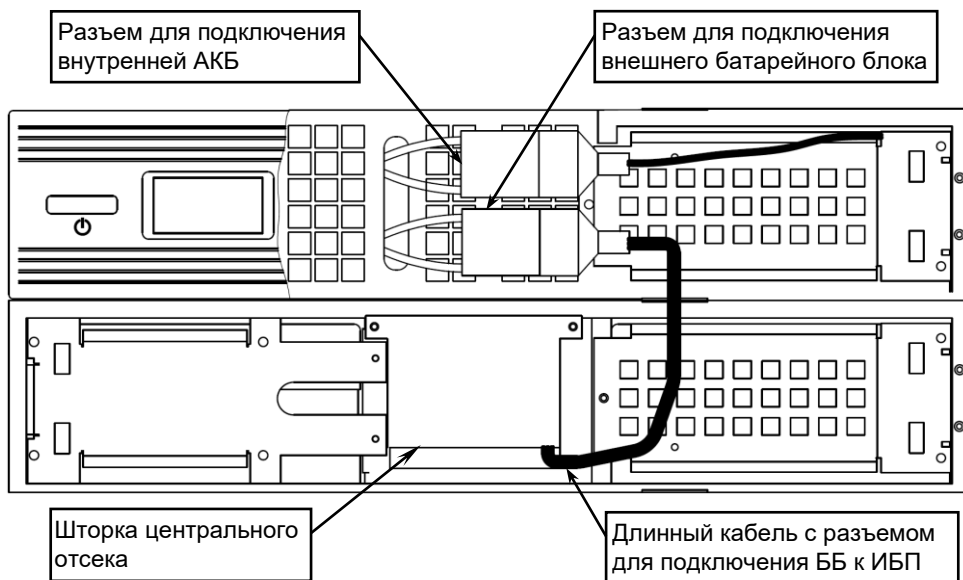
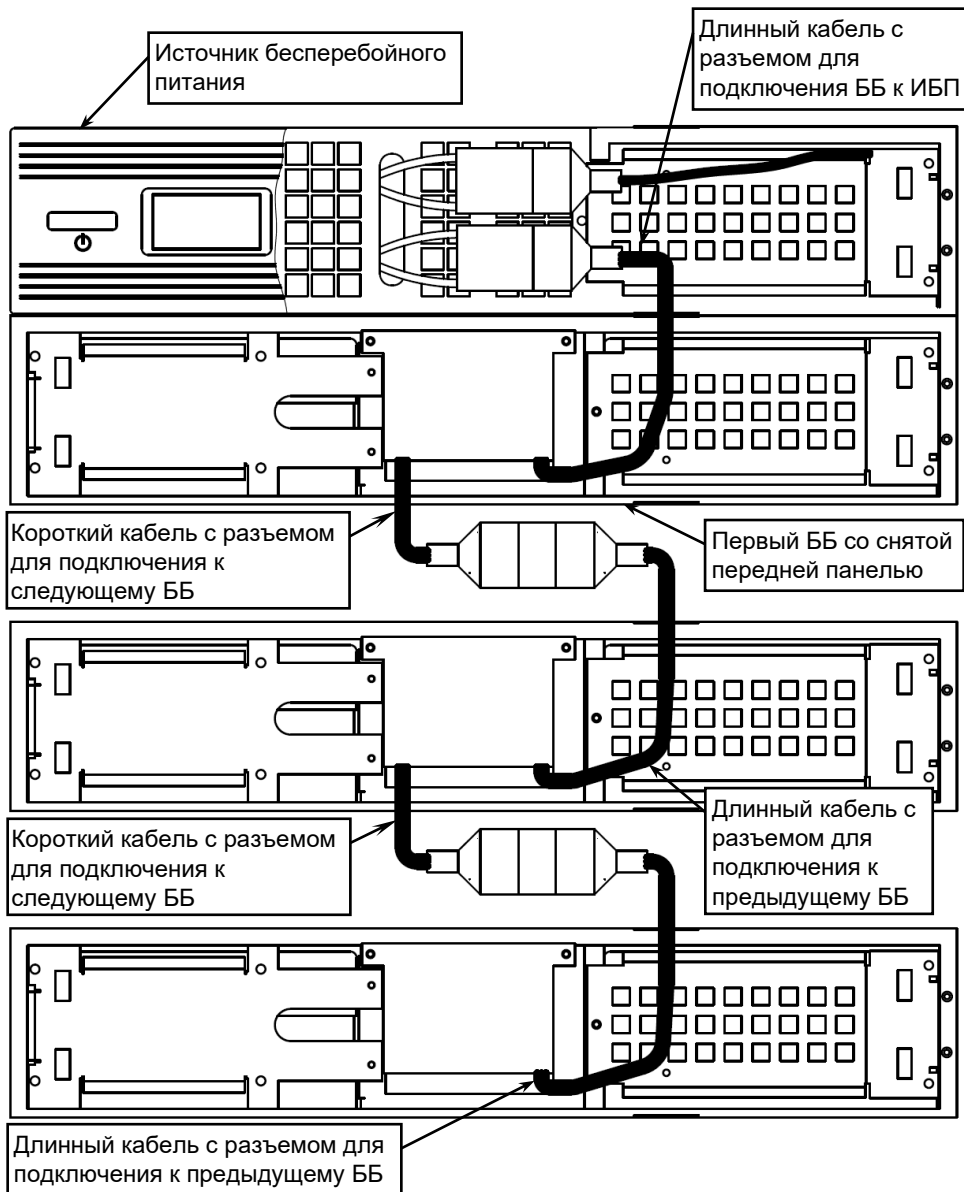
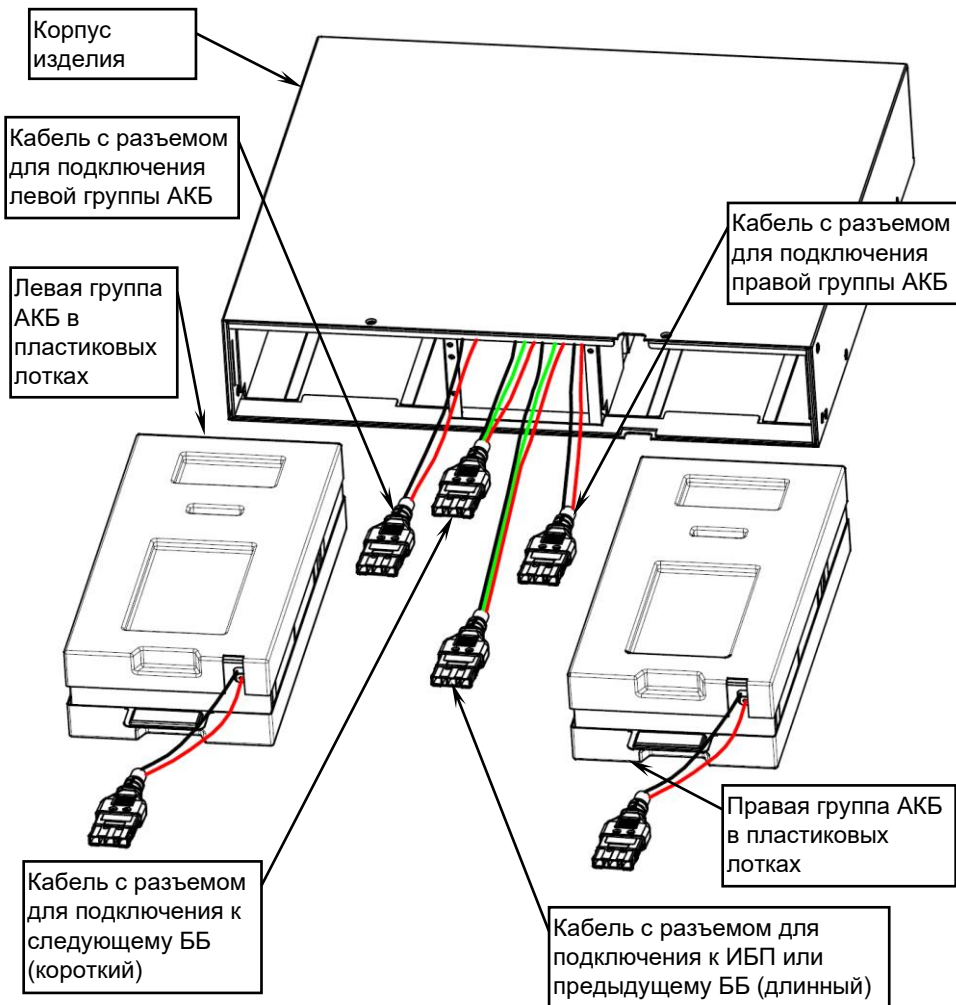

Рисунок 5 – схема подключения батарейного блока к ИБП
Рисунок 6 – Схема подключения к ИБП нескольких батарейных блоков
Рисунок 8 – Демонтаж и замена АКБ, назначение кабелей подключения
- Снимите шторку центрального отсека изделия, выкрутив два крепежных винта (см. рисунок 5) и осторожно вытащите трехпроводный кабель для подключения ББ к ИБП (длинный кабель с разъемом, см. рисунок 8).
- Подключите длинный кабель с разъемом к разъему ИБП (см. рисунок 5). При подключении может возникнуть небольшая дуга, это нормально и безопасно для персонала. Убедитесь в надежном соединении разъемов.
- При необходимости подключения второго ББ, вытащите из центрального отсека первого ББ короткий кабель с разъемом (см. рисунок 8), соедините его с длинным кабелем второго батарейного блока и заправьте внутрь центрального отсека первого ББ полученное соединение (см. рисунок 6).
- снимите шторку центрального отсека, вытащите из него кабели с разъемами, соединяющими группы АКБ в лотках с батарейным блоком, разъедините разъемы (см. рисунок 7 и рисунок 8);